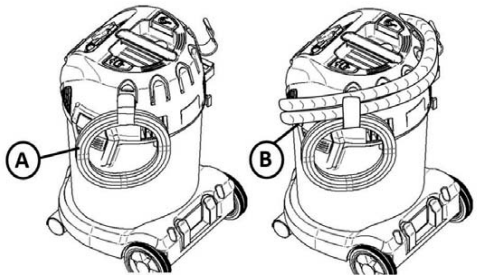

Abb. 22
Bei Maschinen ohne Kabelaufwickler kann das Kabel (A) in den Haken eingehängt werden, s. Abb. 22. Diese Haken können auch zur Aufbewahrung des Schlauch (B) verwendet werden, indem man ihn um die Maschine wickelt